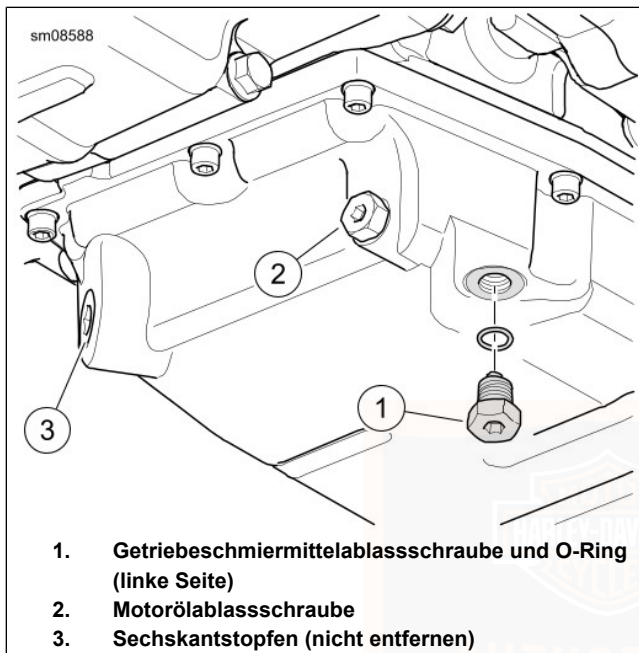

Abbildung 67. Getriebschmiermittelablass
2. Siehe Abbildung 67. Die Getriebeschmiermittel-Ablassschraube entfernen. Getriebe entleeren.